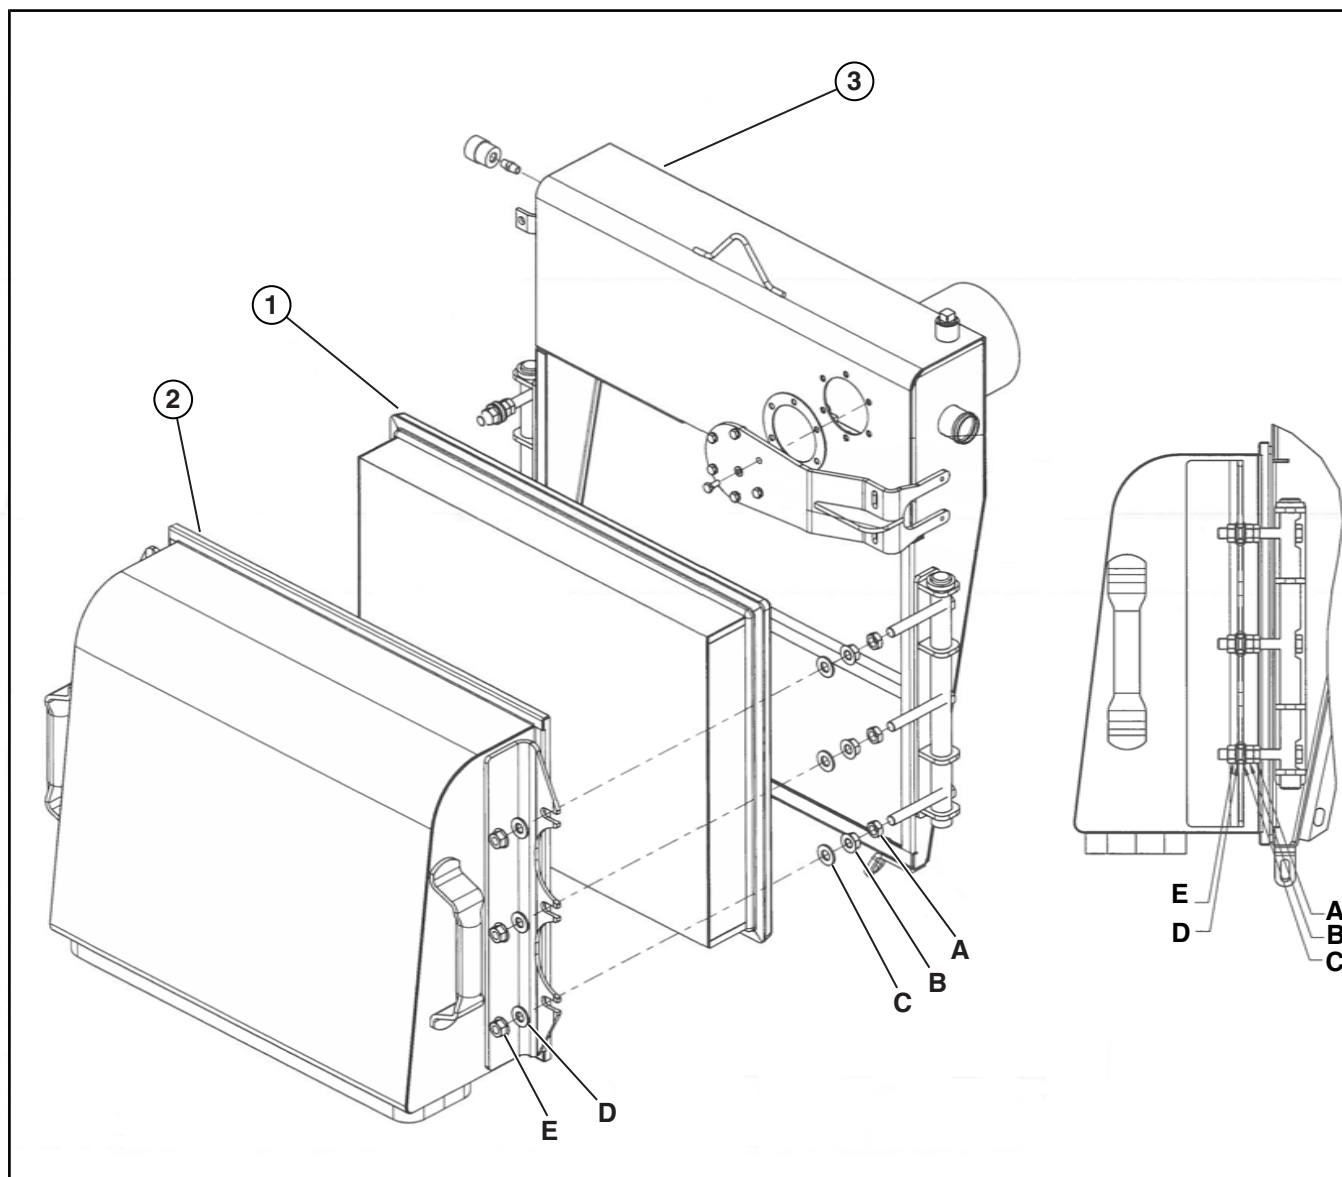

Рисунок 5.05-3: Установка зазора воздуховода
5. Установите воздушный фильтр (поз. 1 на Рисунок 5.05-3) и дождевой щит (поз. 2 на Рисунок 5.05-3) по центру между 6 болтами петли. Воздушный фильтр и дождевой щит должны свободно прилегать к воздухопроводу (поз. 3 на Рисунок 5.05-3), не касаясь шайбы «С».